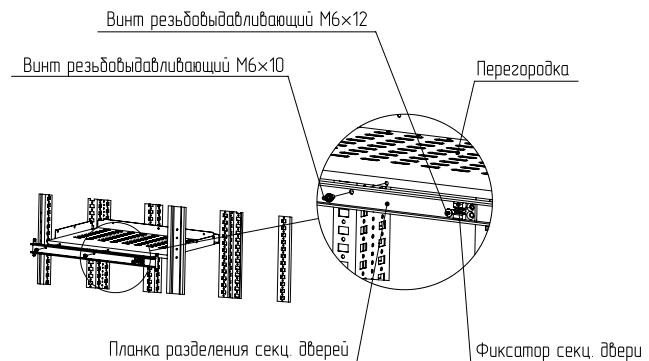

Рисунок 3
4.1.3 Прислонить планку разделения секционных дверей к перегородке так, чтобы отверстия планки совпали с отверстиями перегородки и закрепить винтами М6×10 на стойках каркаса (рисунок 3). Фиксатор секционной двери выставить так, чтобы отверстие фиксатора совпало с отверстиями планки и перегородки, и закрепить винтом М6×12 (рисунок 3). Момент затяжки – 7 Н·м.